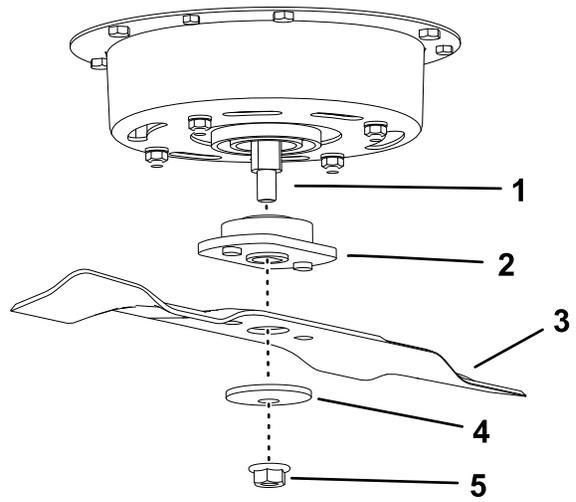

Figura 36
1. Instale la cuchilla y el adaptador en el eje (Figura 36).